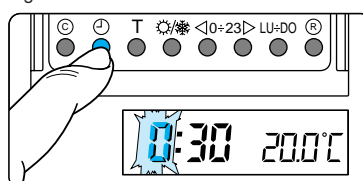

Fig. 15
3.4 - Premere il pulsante \oplus (fig.15).